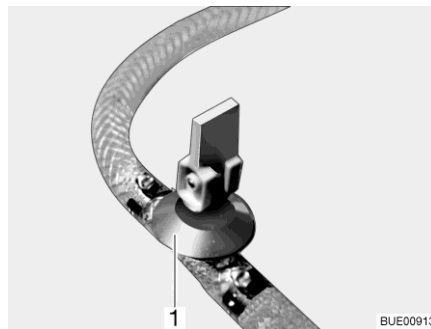

Bild 217 Avtappningskran
- Stäng avtappningskranen/avtappningskranarna. Ställ vipparmen (Bild 217,1) i vågrätt läge.
- Öppna avtappningskranen/avtappningskranarna (Bild 217). Ställ vipparmen (Bild 217,1) i lodrätt läge. Varmvattenberedaren töms utåt.